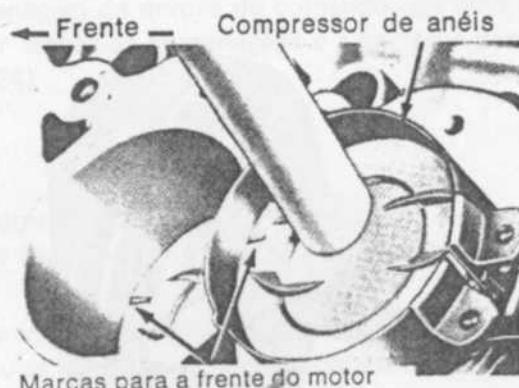

fig. 20
- Instalar a cinta compressora de anéis no êmbolo e empurrá-lo para o interior do cilindro com o cabo de um martelo, até o êmbolo atingir uma posição pouco abaixo do topo do cilindro (fig. 20), guiar a biela para evitar danos ao moente da árvore de manivelas. Instalar o êmbolo com a marca na cabeça, voltada para a frente do motor